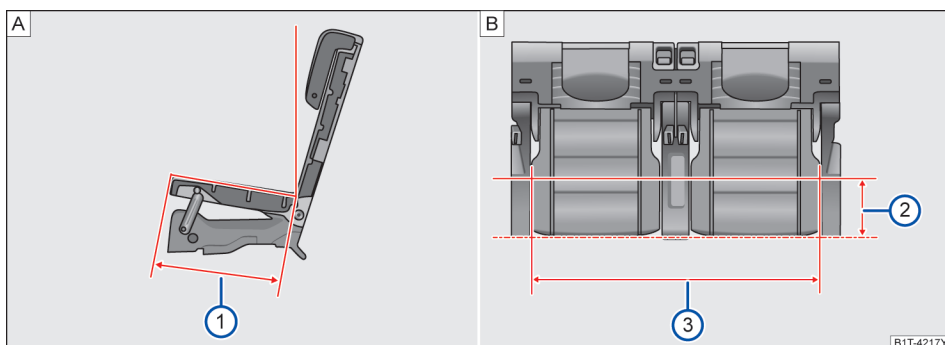

图 95 第三排座椅座宽和坐垫深
当前第三排座椅位置处于设计位置时，坐垫深=363mm→图 95 A ①。
如图→图 95 B 在距离第三排座椅边缘 150mm 时→图 95 B ②，座垫宽度为 944mm→图 95 B ③。